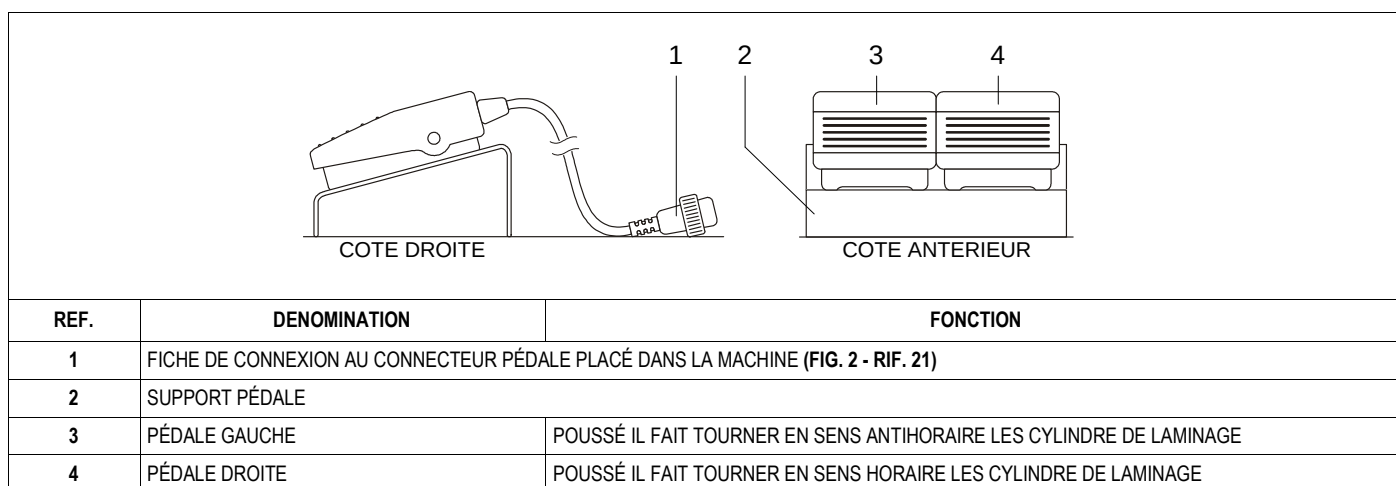

FIG. 10 (Pédale d'inversion)
- 1) (Seulement pour mod. 2 V) Eventuellement sélectionner la vitesses de travail en tournant en pos. "1" ou "2" le sélecteur de vitesses (FIG. 10 - Rif. 1);
- 2) Tourner en pos. "I" (ON) le sélecteur électrique général (FIG. 10 - Rif. 2);
- 3) (Seulement pour mod. VAR 1 PH) Eventuellement sélectionner la vitesses de travail en agissant sur le panneau commandes (v. FIG. 10);
- 5) Régler l'épaisseur choisie de la pâte par la poignée (FIG. 10 - Rif. 3);
- 6) (Seulement pour mod. 1 V - 2 V - 1 PH) Démarrer la machine en poussant le bouton "START" (FIG. 10 - Rif. 6);
- 7) (Seulement pour mod. VAR 1 PH) Démarrer la machine en poussant le bouton "START" (FIG. 10 - Rif. 11);
- 8) Choisir le sens de laminage des tapis par le joystick (FIG. 10 - Rif. 5);
- 10)Après avoir atteint l'épaisseur désiré (fin cycle), attendre que la pâte sorte complètement des cylindres de laminage (FIG. 2 - Rif. 24) et mettre le joystick en pos. "0" (FIG. 10 - Rif. 5);
- 1) Eteindre la machine en tournant en pos. "0" (OFF) le sélecteur électrique général (FIG. 10 - Rif. 2);
L'arrêt d'urgence de la machine peut être déclenché en poussant le bouton d'urgence sur le panneau de contrôle (FIG. 10 - Rif. 4). Pour éviter situations dangereuses l'opérateur doit exécuter les opérations décrites dans TAB. 15.